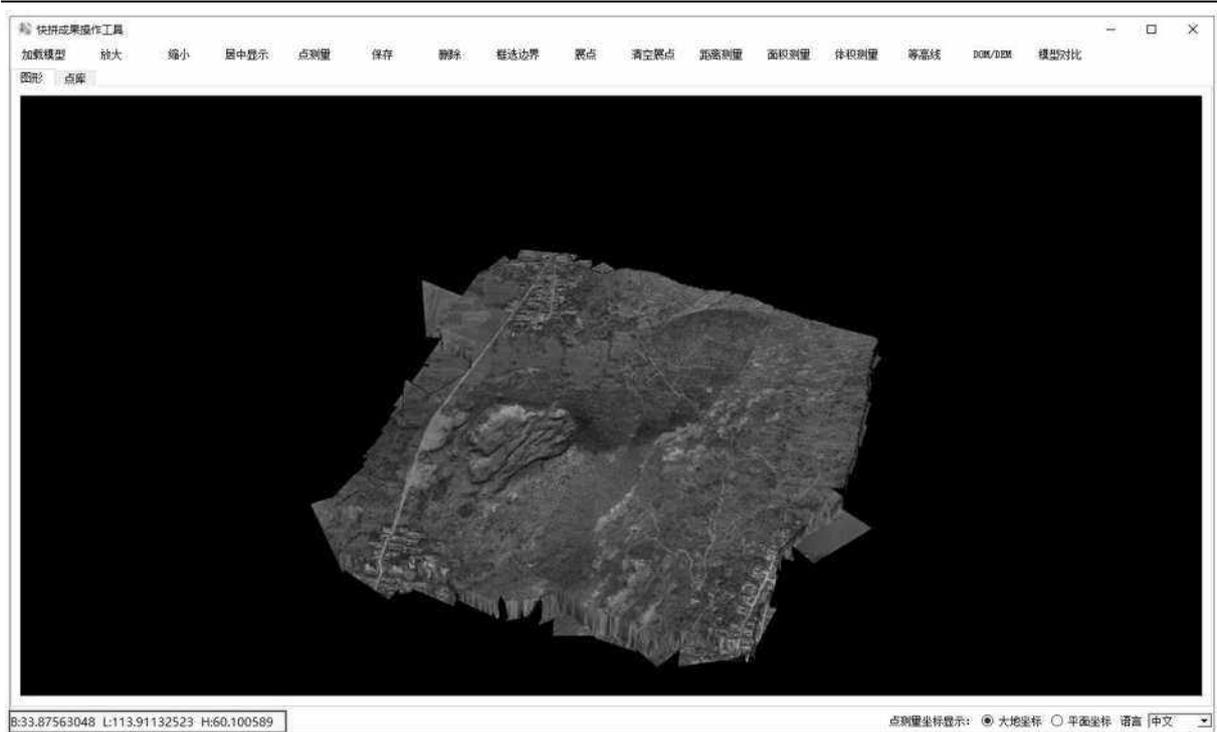
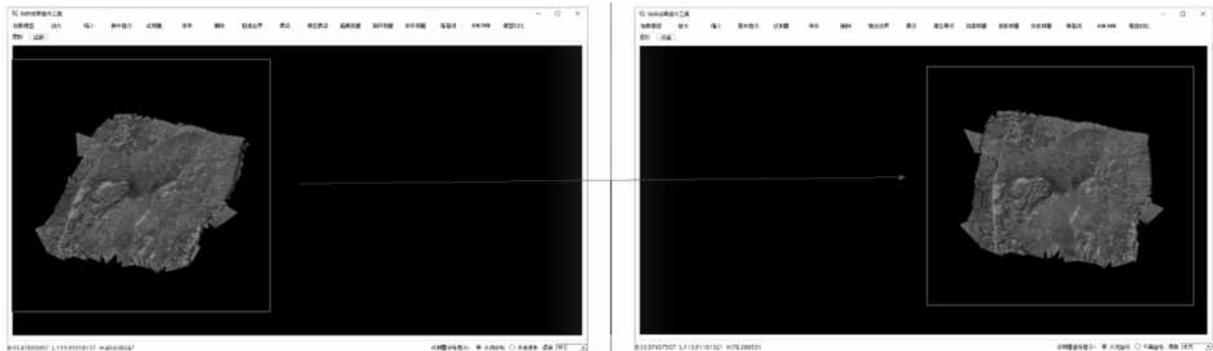
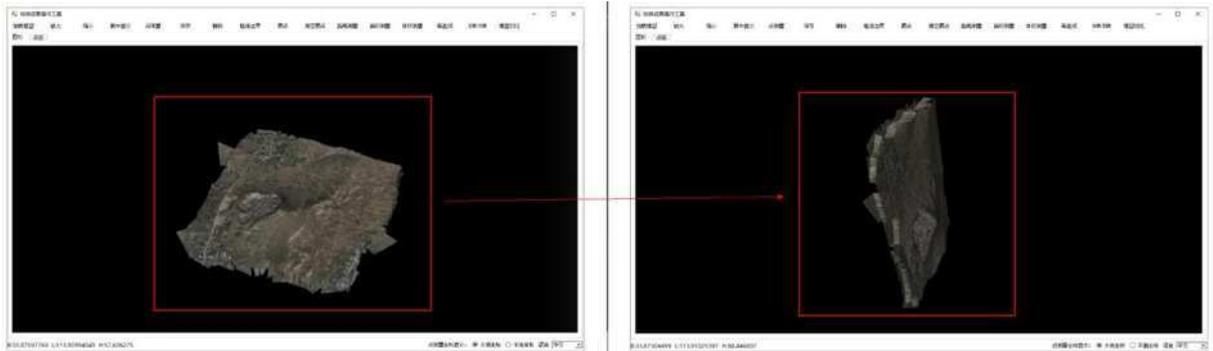

图 2-35 显示坐标
图 2-36 移动模型
图 2-37 旋转模型
- 5) 用户使用鼠标在模型上随意移动，软件左下角显示鼠标点对应的坐标，如图 2-35 所示，按下鼠标滚轮不放移动鼠标，则移动模型，如图 2-36 所示，按下鼠标左键不放移动鼠标，则旋转模型，如图 2-37 所示。